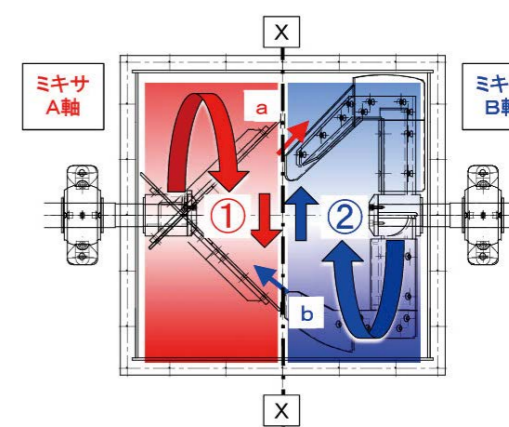

図5 両面せん断流動
・ミキサA軸とB軸が逆回転する事により、図5①②の方向に材料全体を逆方向に回転させ、それにより、図5X-X断面で材料同士のせん断が形成されます。